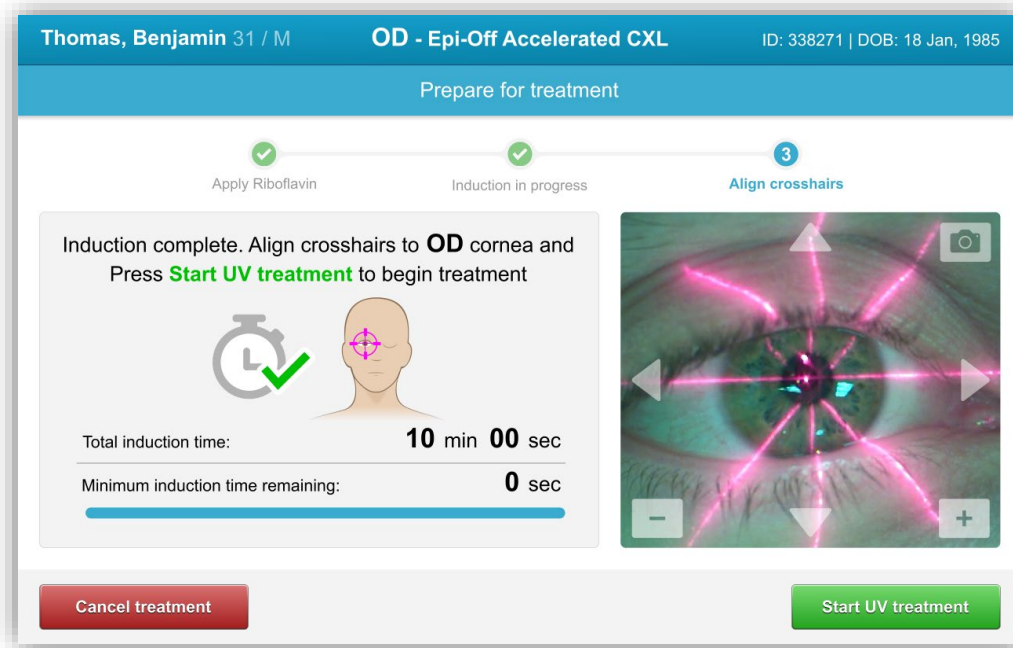

Figura 3-26. Iniciar tratamento UV
- Quando a aplicação da Riboflavina, Indução e Alinhamento da Mira estiverem concluídos, inicie o tratamento pressionando o botão 'iniciar tratamento UV', conforme mostrado na Figura 3-26.